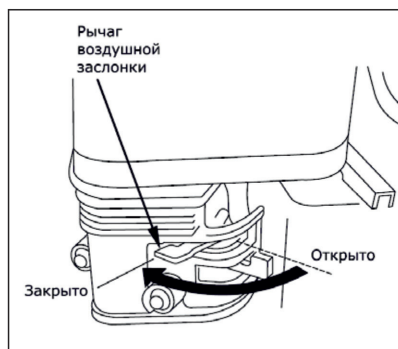

Рис. 8
2. При запуске холодного двигателя переведите рычаг управления воздушной заслонкой в положение «ЗАКРЫТО» (рис. 8). Не закрывайте воздушную заслонку, если двигатель прогрет